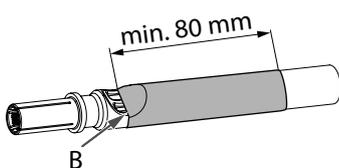

Abb. 34:
1. Den Schrumpfschlauch auf die erforderliche Länge (mindestens 80 mm) plus 5-10 % Längsschrumpfung ablänge (**Abb. 34**). Dabei auf glatte Schnittkanten achten.
2. Den Schrumpfschlauch so auf Kabel und Kontakt aufschieben, dass sich das Ende mittig zum Crimpbereich am Kontakt befindet (**Abb. 34/B**). Dabei Falten vermeiden.